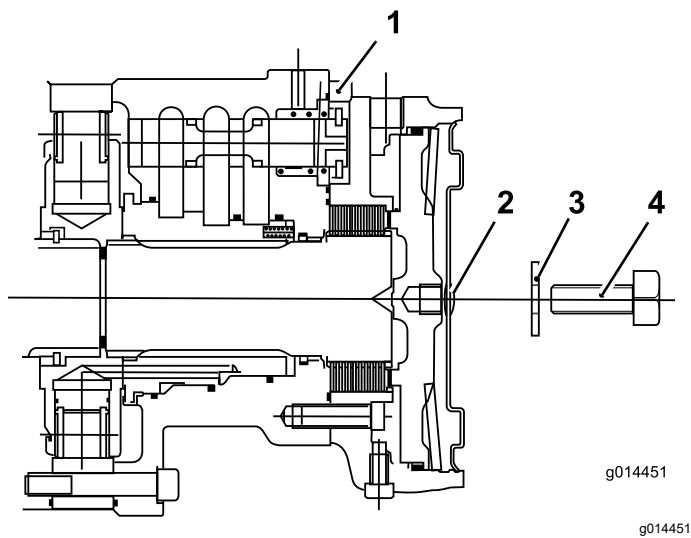

Figura 39
- C. Montate il tappo esagonale sulla piastra di chiusura del motorino (Figura 39).